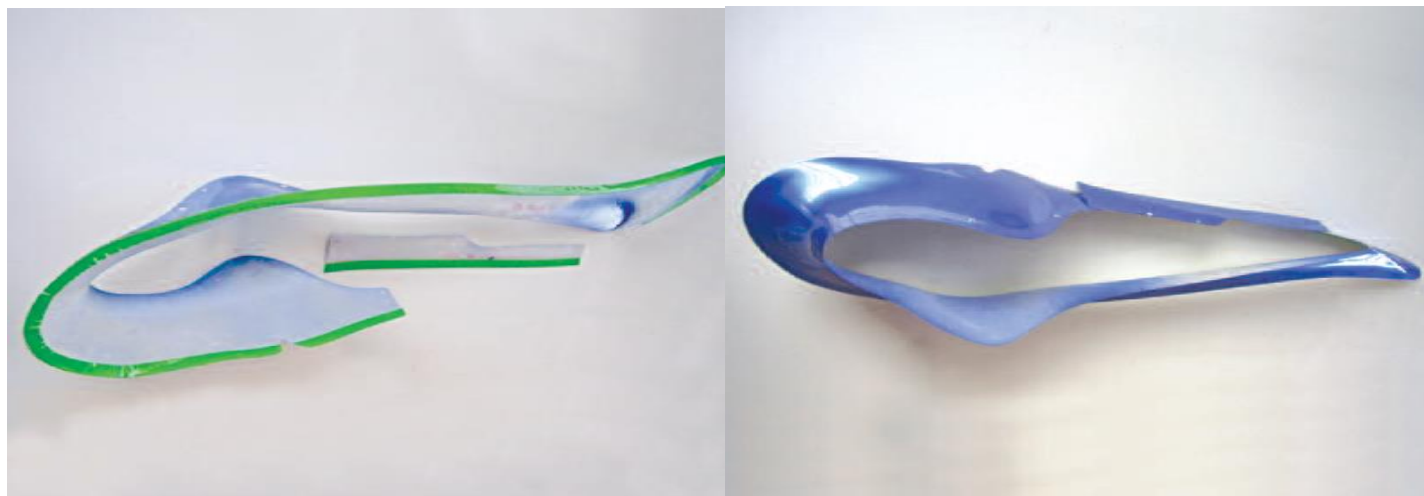
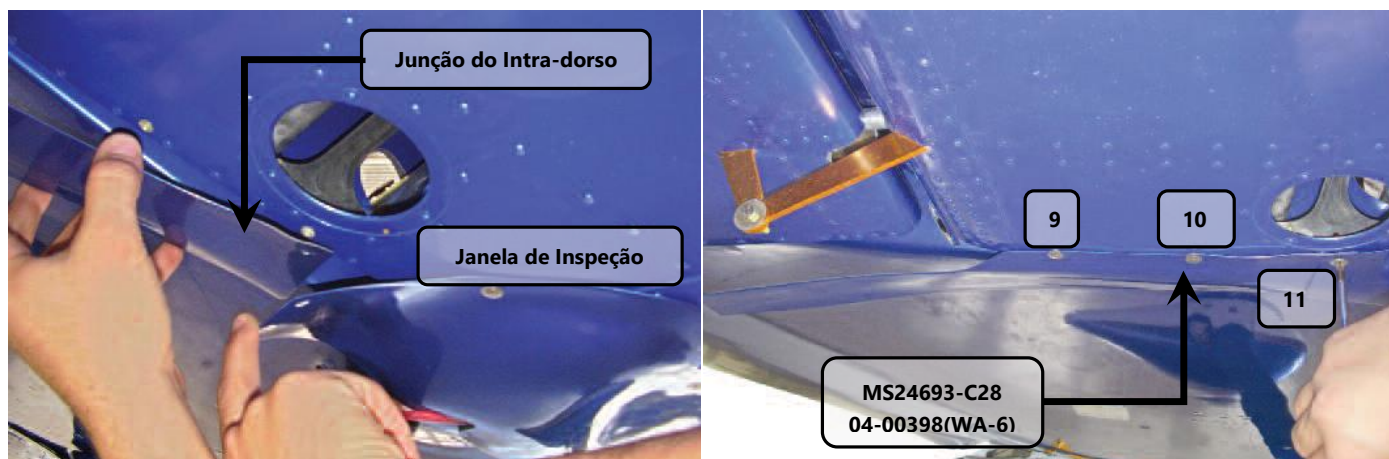

Figura 53.50.1 – Carenagem da asa direita.
Figura 53.50.7 – Saia inferior da asa.
A raiz da asa do Quasar possui carenagens, esquerda e direita, como mostrado na figura 53.50.1, (Veja os P/N da saia Raiz da asa na tabela 53.50.1 (Peças e Hardwares: Saia da asa) para proteção contra entrada de objetos indesejados no interior da asa, além de uma maior eficiência aerodinâmica nesta região.
5. Instalar a saia inferior (mostrada na figura 53.50.1) e instalar os parafusos MS24693-C28 e arruelas 04-00398(WA-6) numerados de 9 a 11 e mostrados na figura 53.50.7. Utilizar uma chave Philips de 6"x1/4".
7. Remover, manualmente e aos poucos, a proteção da fita adesiva dupla-face da saia inferior do intra-dorso da saia (mostrada na figura 53.50.1) e, com auxílio de um tecido, fixá-la à fuselagem e ao restante da saia, como mostrado na figura 53.50.9.